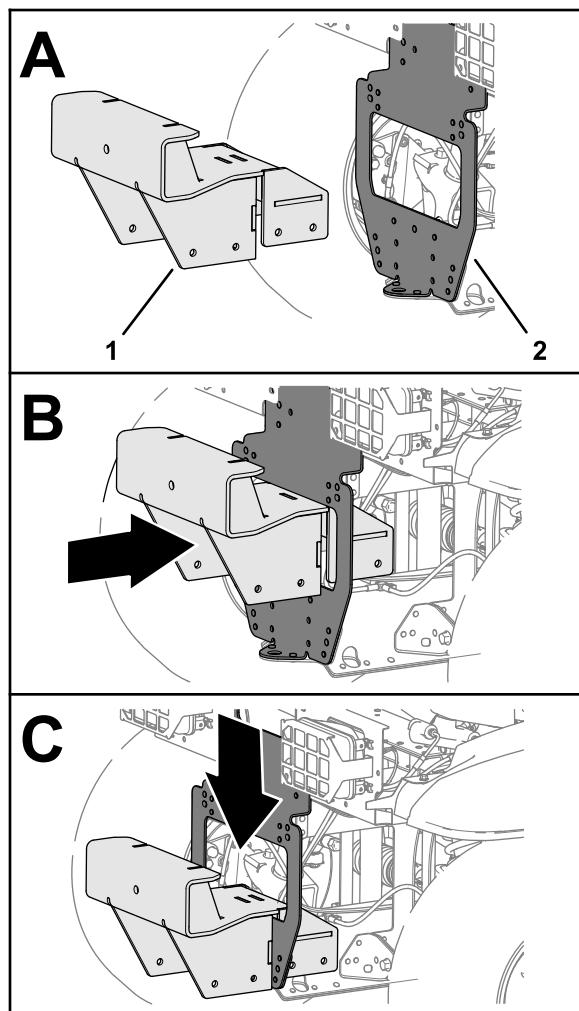

Figura 48
1. Monte a montagem do apanha-bolas no suporte do para-choques como se mostra na Figura 48.